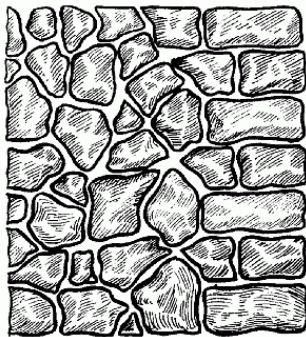

Рис. 15. Варианты бутовой кладки
- бутовая кладка из природных неотесанных камней, имеющих неправильную форму (рис. 15);